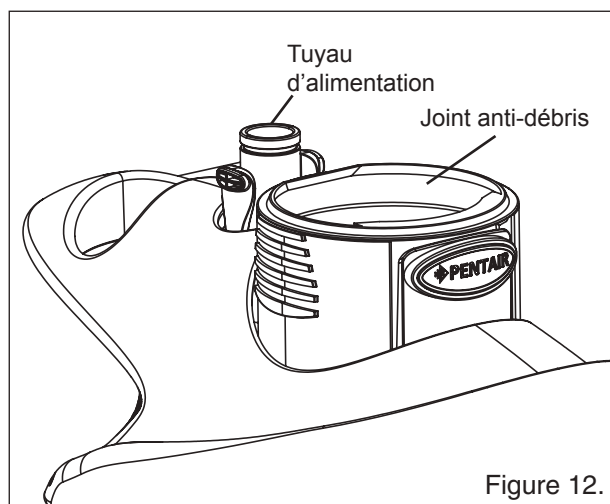

Figure 12.
- Assurez-vous que le joint anti-débris est fixé. **Voir la Fig. 12.**
5. Assurez-vous que la valve à débris est sur le tube d'aspiration. **Voir Fig. 12 en page 46.**